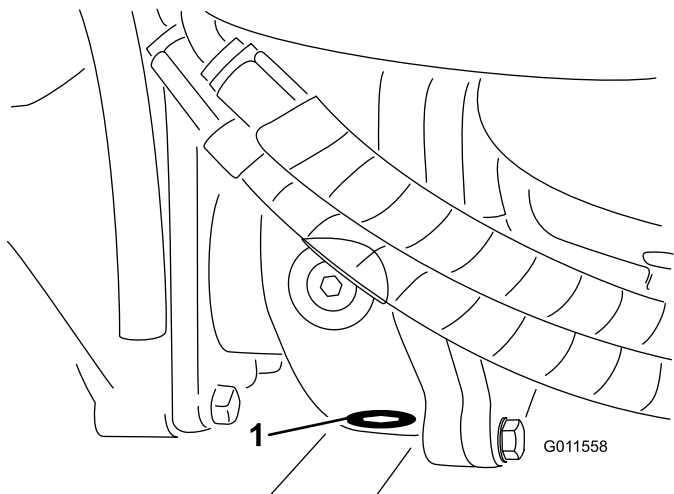

Рисунок 71
5. Очистите область вокруг пробки сливного отверстия в нижней части редуктора (Рисунок 71).